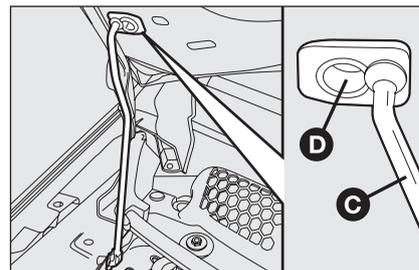

fig. 98
- sollevare il cofano e contemporaneamente liberare l'asta di sostegno **C-fig. 98** dal proprio dispositivo di bloccaggio, quindi inserirne l'estremità nella sede **D** del cofano.
- tenere sollevato il cofano con una mano e con l'altra togliere l'asta **C-fig. 98** dalla sede **D** e reinserirla nel proprio dispositivo di bloccaggio;